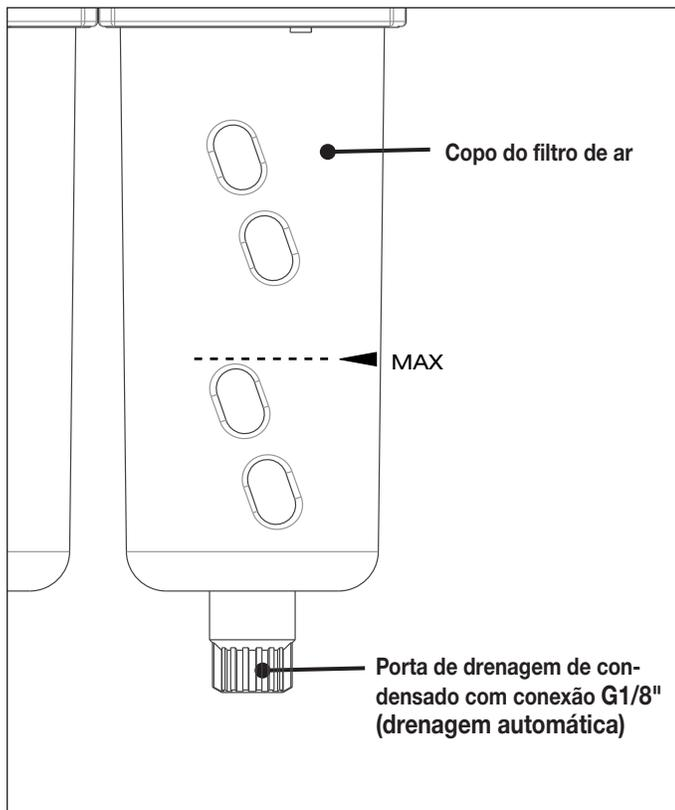

Figura 21: Detalhes do copo do filtro de ar
**⚠️ PRECAUÇÃO** Fique longe do dreno do copo do filtro de ar enquanto o fornecimento de ar comprimido estiver conectado. O dreno abrirá automaticamente conforme necessário e liberará condensado sob pressão. Veja Figura 21.